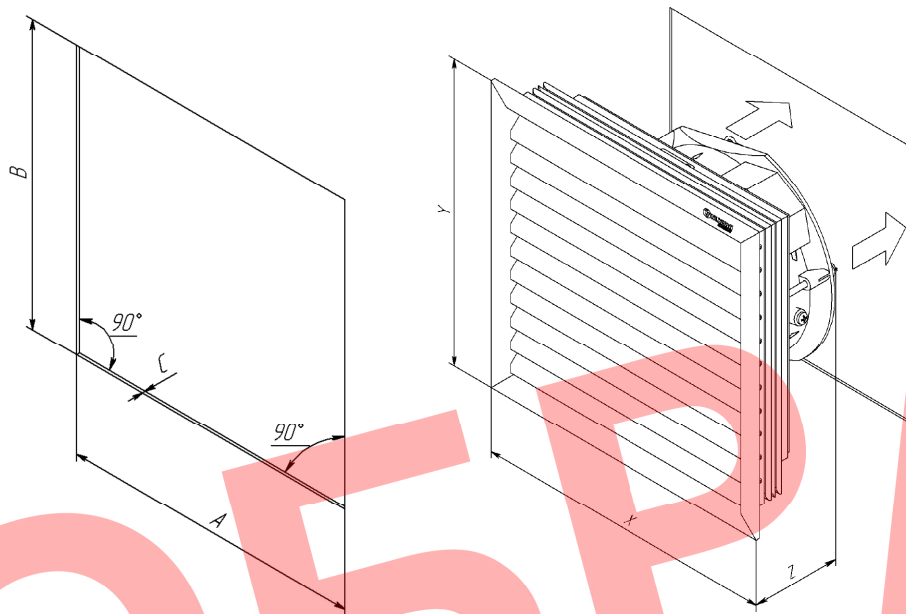

Рис.1 Монтажный вырез и габаритные размеры ВТШ
1. Выполнить монтажный вырез (рис.1), и установить в него ВТШ.